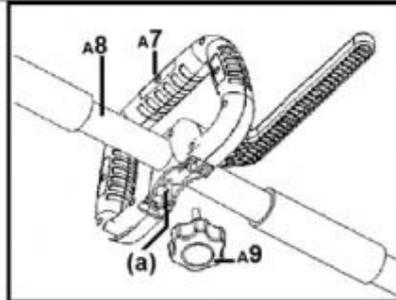

Fig.3
**a) Assemblage de la poignée (FIG 3)**